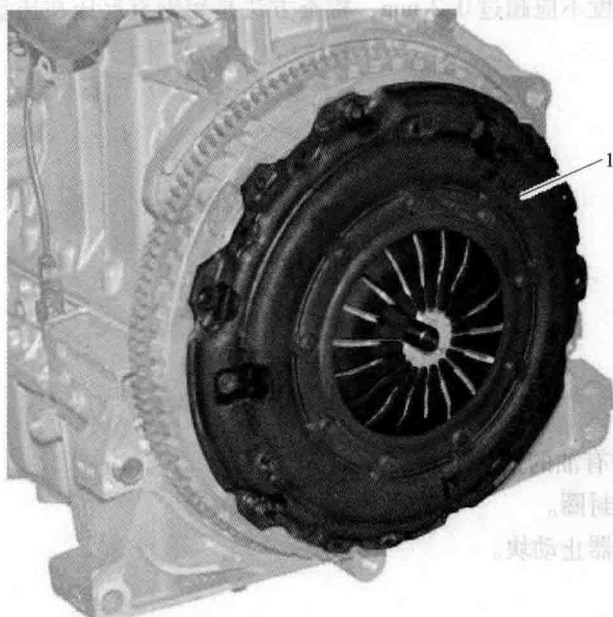

图 1-8 离合器盖及压盘的安装
(2) 如图 1-8 所示, 不要拆下离合器心轴, 重装离合器盖及压盘。